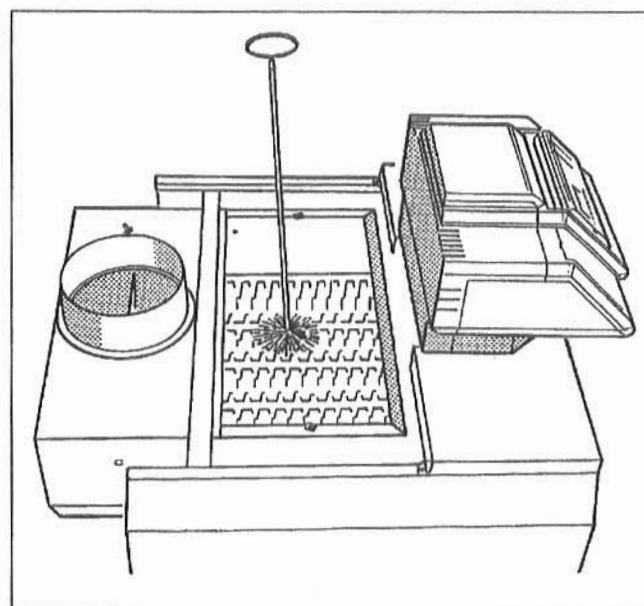

Fig. 31: Curățirea cu peria
- Se periază canalele gazelor de încălzire (Fig. 31).